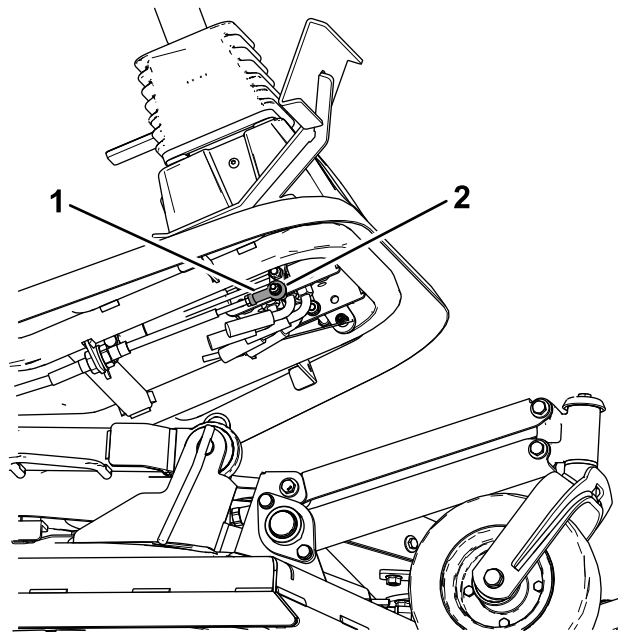

Figura 81
4. Afloje la tuerca autoblocante que fija la rótula del cable de tracción al pedal (Figura 81)
5. Retire el perno y la tuerca que fijan la rótula del cable de tracción al pedal (Figura 81)
7. Apriete la tuerca autoblocante (Figura 81) y fije la rótula al pedal de tracción con el perno y la tuerca que retiró para bloquear el ángulo del pedal.